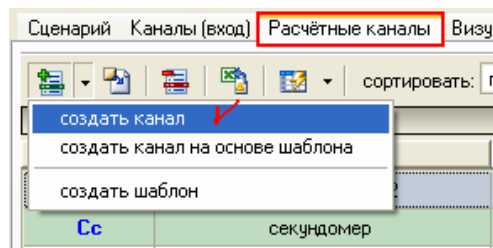
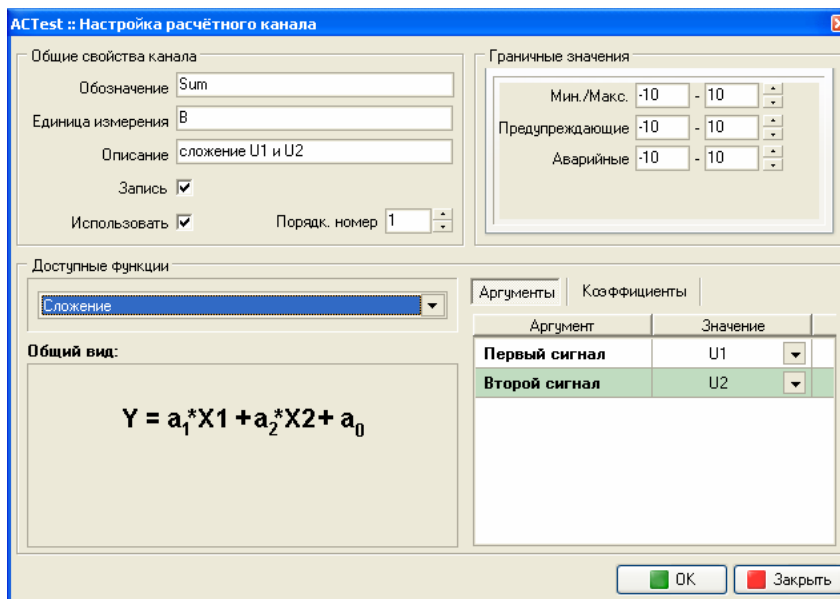

Рисунок 7
Рисунок 8
6.1. Создать новый расчетный канал. Для создания такого канала воспользуйтесь командой **"Создать→Создать канал"** в окне закладки **"Расчетные каналы"** (см. Рисунок 7). После обращения к команде откроется окно **"Настройка расчетного канала"** (см. Рисунок 8), где производятся настройки.